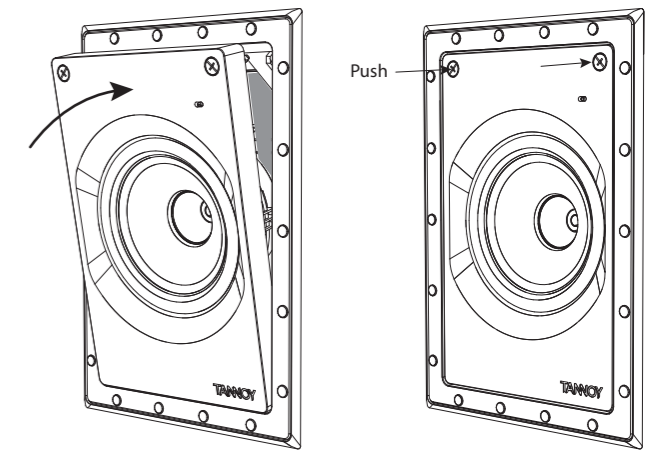

Fig. 13. Installing the Loudspeaker Assembly into the Frame
2. Sostenga el conjunto del altavoz en ángulo y coloque las dos pestañas que sobresalen en su borde inferior, en las dos ranuras correspondientes en el marco (Fig. 13).